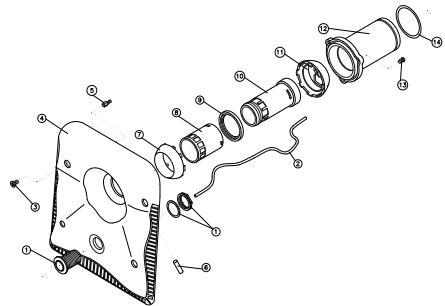
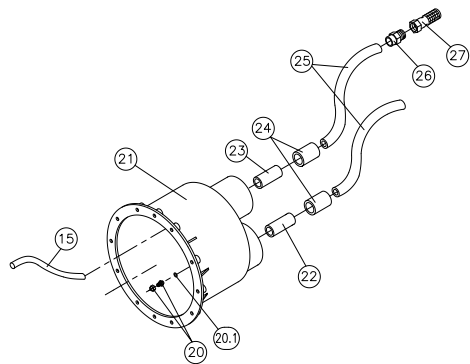
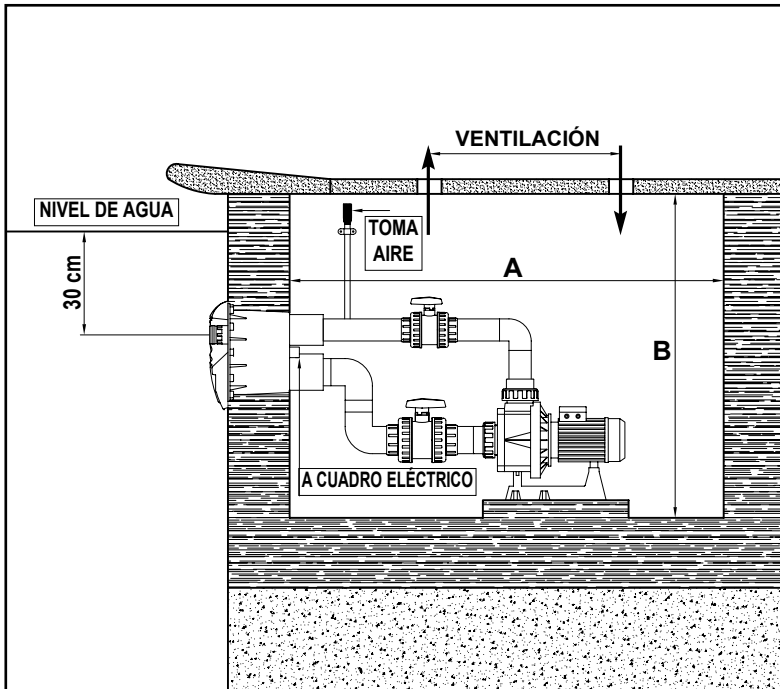

Fig. 3
Fig. 2
Fig. 8
3.1 Para fijar el nicho (nº21, fig.2) en una pared de hormigón, sólo tiene que seguir las instrucciones dadas en el capítulo 2 (lugar de instalación).
4.1 El nicho se suministra con los tubos nº22 y 23, (fig.2) ya instalados, además uno de los manguitos (nº 24, fig.2) se suministra encolado en el tubo nº 22. Una vez fijado el nicho a la pared, siguiendo las instrucciones del capítulo 2, procederemos a la instalación de las líneas de aire y neumática.
Esta línea está compuesta por un manguito (nº 24), un tubo flexible (nº 25), un terminal rosca macho (nº 26) y una válvula de pie (nº 27), todas estas piezas se suministran montadas por lo que sólo tendremos que encolar el extremo del manguito (nº 24) al tubo (nº 23) ya instalado en el nicho. Es importante fijar el tubo de la línea de aire a la pared del local técnico procurando que la válvula de pie quede en la parte más alta, evitaremos así, la aspiración de suciedad. (ver fig. 8, pag. 9). Por último, instalaremos el tubo flexible (nº 15, fig. 2) embutiendolo a presión en la cánula que se encuentra en el interior del nicho. (ver fig.5, pag.6).
Esta línea está compuesta por un tubo (nº 22), un manguito (nº 24) y un tubo flexible (nº 25); como el tubo (nº 22) y el manguito (nº 24) ya están instalados en el nicho, sólo tendremos que encolar el tubo (nº 25) al manguito (nº 24), introduciremos el tubo transparente (nº 2, fig.3) dentro de la línea neumática, pasaremos el extremo de dicho tubo transparente (nº 2, fig. 3) por el orificio del nicho, y lo fijaremos mediante el prensa (nº 20 y 20.1, fig. 2). Una vez realizada esta operación, procederemos a encolar el tubo (nº 25) al manguito (nº 24). El extremo del tubo (nº 2, fig. 3) se conectará al microinterruptor situado en un lateral del cuadro hidroneumático incluido con el HIDROJET.
Esta línea está compuesta por un manguito (nº 24), un tubo flexible (nº 25), un terminal rosca macho (nº 26) y una válvula de pie (nº 27), todas estas piezas se suministran montadas por lo que sólo tendremos que encolar el extremo del manguito (nº 24) al tubo (nº 23) ya instalado en el nicho. Es importante fijar el tubo de la línea de aire a la pared del local técnico procurando que la válvula de pie quede en la parte más alta, evitaremos así, la aspiración de suciedad. (ver fig. 8, pag. 9).